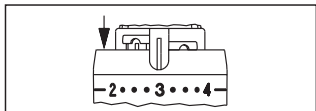

Abb. 10
2. Die beiden Elemente aus der „Parkposition“ herauschieben und in die Position rechts und links von der Einstellmarke einstecken (Abb. 10).